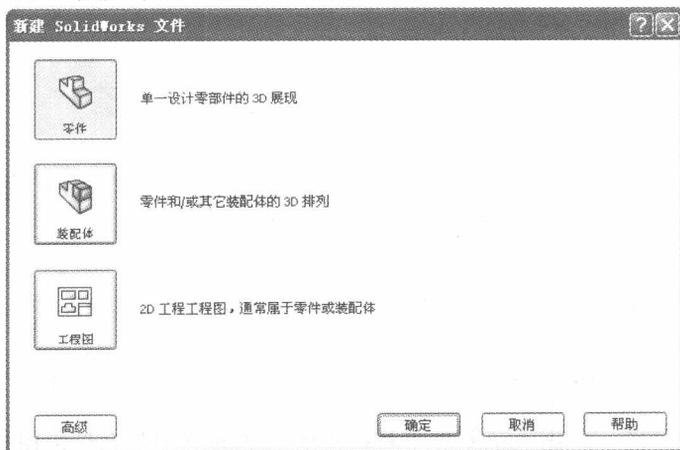

图 2-3 “新建 SolidWorks 文件”对话框
Step1 启动软件。单击“开始”→“程序”→“SolidWorks 2010”命令，或者双击桌面图标，启动 SolidWorks 2010。单击菜单栏中的“文件”→“新建”命令，或者单击“标准”工具栏中的“新建”按钮，系统弹出如图 2-3 所示的“新建 SolidWorks 文件”对话框，单击“零件”按钮，然后单击“确定”按钮，创建一个新的零件文件。